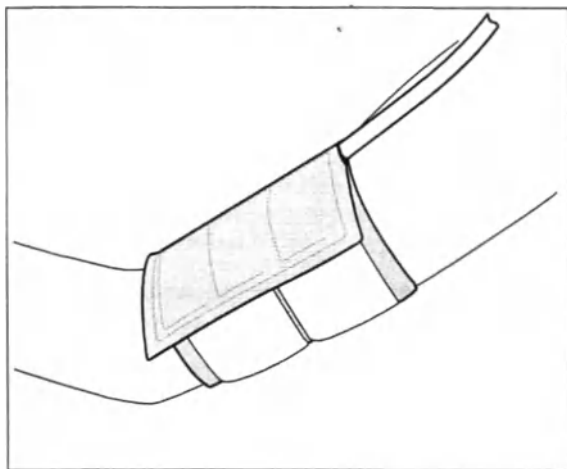

Рис. 4-1 Наложение манжеты
- трубка манжеты направлена вверх к плечевому суставу (Рис. 4-1);